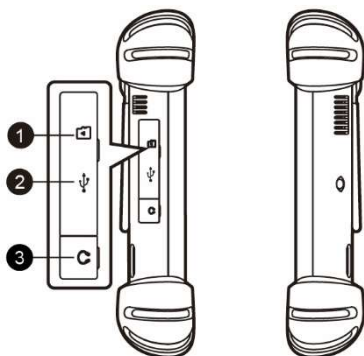

図 2-3 MaxiSys タブレットの左側
4. USB ポート（図 2-3 MaxiSys タブレットの左側の Mini USB ポートと同時に使用することはできません）